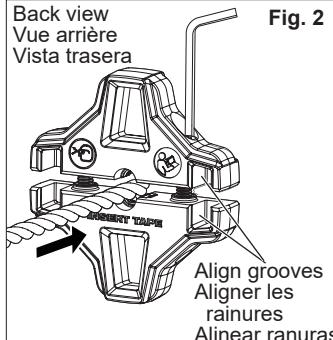

Fig. 2
- Loosen the screws using the 4 mm Hex key to open the thread former just enough for the PET tape to fit (Fig. 2).
- Insert the PET tape end into the thread former hole on the side that is molded "insert tape" (Fig. 2).
- Dévisser les vis à l'aide de la clé hexagonale de 4 mm pour ouvrir la matrice de filetage juste assez pour que le ruban PET y convienne (Fig. 2).
- Insérer le bout du ruban PET dans l'orifice de la matrice de filetage qui se trouve sur le côté formé marqué comme « insérez le ruban » (Fig. 2).
- Afloje los tornillos con la llave hexagonal de 4 mm para que abra la guía de cuerdas justo lo necesario para que quepa la cinta PET (Fig. 2).
- Meta el extremo de la cinta PET en el orificio de la guía de cuerdas que está en el costado que indica "inserte cinta" (Fig. 2).